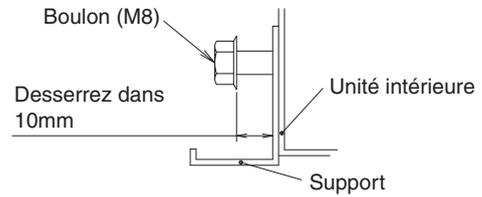

Fig. 7
- Ouvrez le trou de sortie sur le côté d'entrée de la tuyauterie sur la surface arrière ou la surface supérieure et installez la bague en résine (10).
- Desserrez 2 boulons pour installer le support des deux côtés (M8) (4 emplacements à gauche et à droite) dans un espace de 10 mm. (Reportez-vous à la Fig. 7 et Fig. 8)